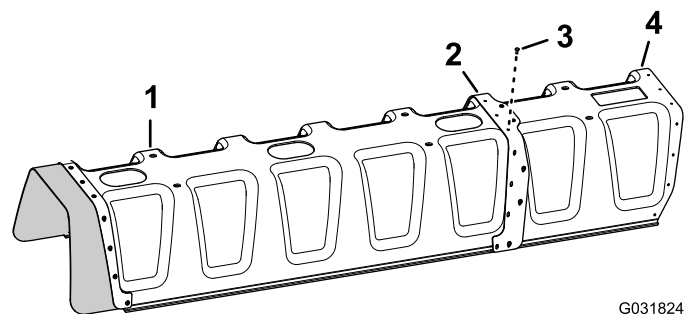

Figura 150
4. Prenda a extensão da cobertura na cobertura da secção de 11 bicos (Figura 150) com 11 rebites cegos (Peça Toro N.º 114439).